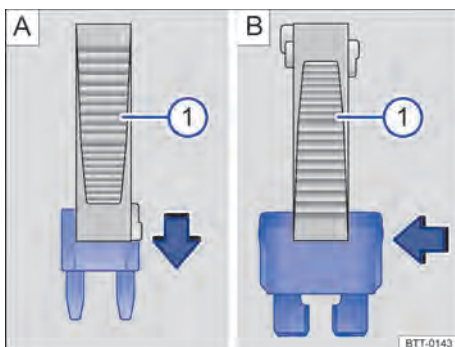

Fig. 171 Remover ou instalar um fusível com a garra da pinça de plástico .
- Se necessário, retirar a pinça de plástico ⇒ Fig. 171  do suporte. O suporte se encontra na parte traseira da caixa de fusíveis perto da tomada de conexão para diagnóstico.
- Em caso de *fusíveis pequenos*, encaixar a garra  por cima ⇒ Fig. 171 A.
- Em caso de *fusíveis maiores*, empurrar a garra  lateralmente sobre o fusível ⇒ Fig. 171 B.